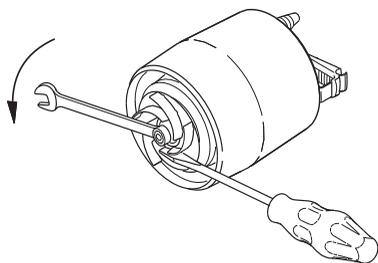

Fig. 13 Démontage de la roue
- Dévisser l'écrou (13 mm) de l'arbre du moteur. Utiliser un tournevis pour bloquer la roue. Voir fig. 13.